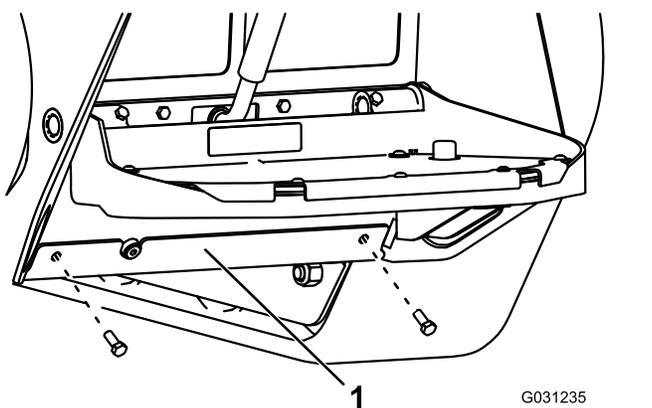

Figura 75
4. Retire os dois parafusos que fixam a placa inferior e retire a placa inferior (Figura 75).
8. Instale a placa inferior (Figura 75).